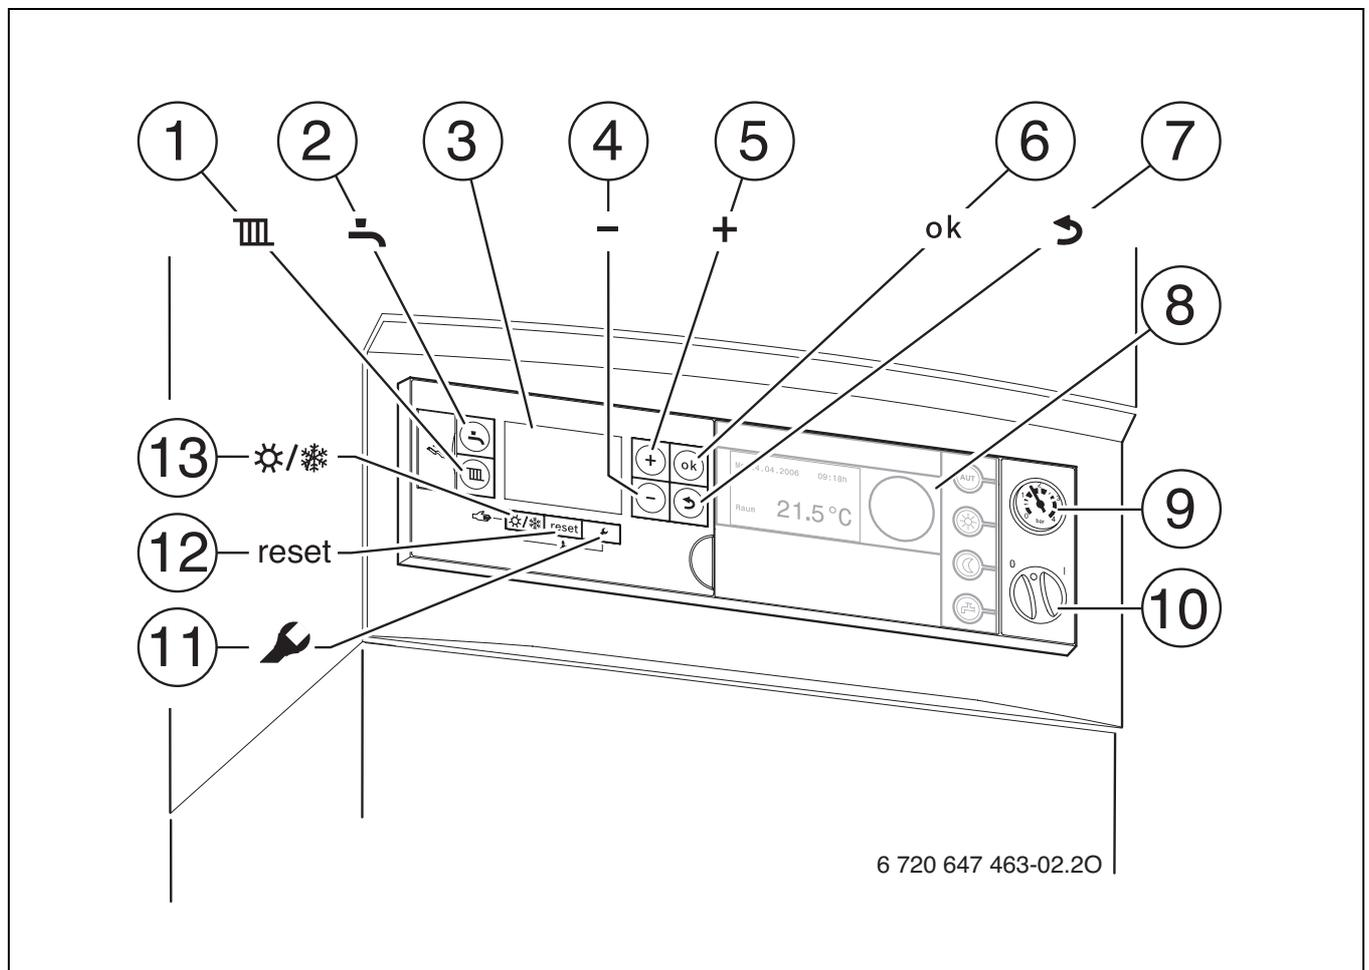

Fig. 5
- Unità di servizio RC35 installata nell'apparecchio, → fig. 5, [8].